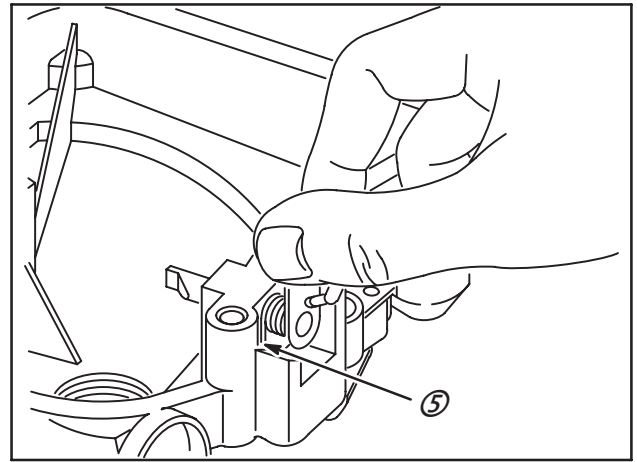

Fig. 63
- Poser le circlip. La patte inférieure du ressort (5) peut nécessiter d'être poussée contre le carter inférieur, Fig. 63.